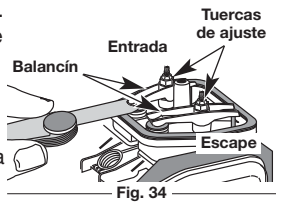

Fig. 34
- Deslice la galga entre el brazo oscilante y el resorte de retorno de la válvula. Mida el huelgo entre el vástago de la válvula y el brazo oscilante (Fig. 34). Realice esto en las válvulas de entrada y de escape.
El huelgo recomendado para las válvulas de entrada y de escape es 0,076 – 0,152 mm (0,003 – 0,006 pulgadas). Use un calibrador regular de automóvil de 0,127 mm (0,005 pulgadas). El calibrador debe deslizarse entre el balancín y el vástago de la válvula con una ligera cantidad de resistencia, sin doblarse (Fig. 34 y 35).